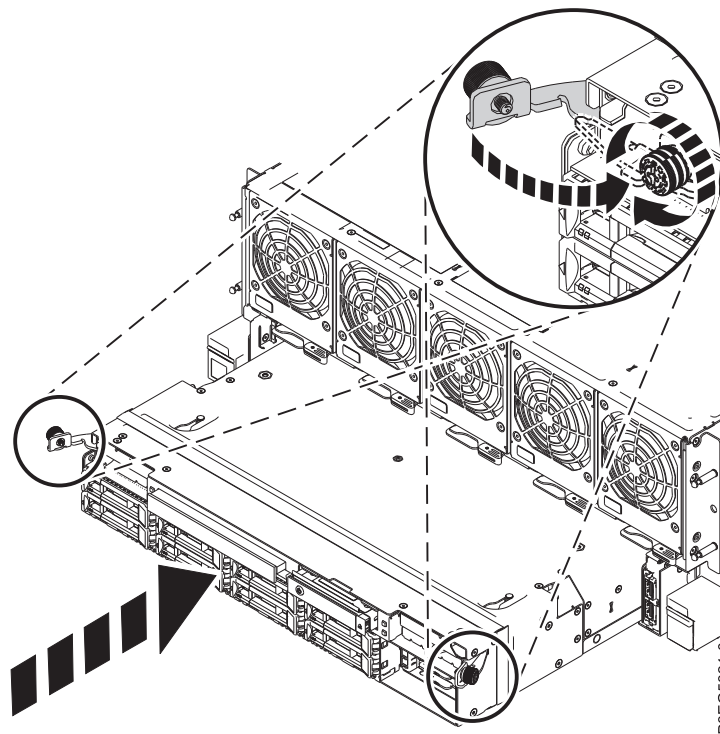

Abbildung 14. Plattenlaufwerksrückwandplatte an der Vorderseite des Systemchassis wiedereinbauen
3. Drücken Sie die Verriegelungen nach unten und ziehen Sie die Rändelschrauben fest, wie in Abb. 14 gezeigt.